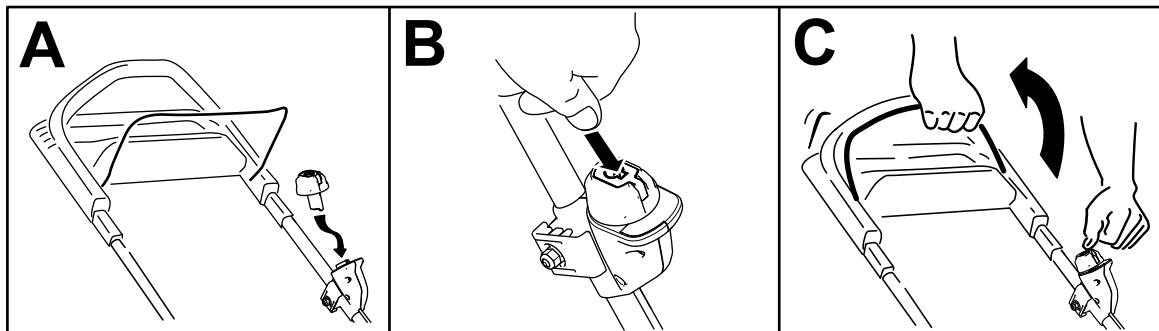

Figure 11
2. Insérez le bouton de démarrage électrique dans l'interrupteur du démarreur électrique (A de la Figure 11).
3. Maintenez le bouton de démarrage électrique enfoncé (B de la Figure 11)
4. Serrez et maintenez la barre de commande de la lame contre la poignée (C de la Figure 11).